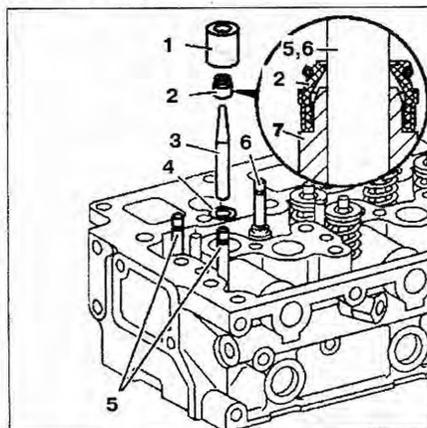

Рис. 3.14. Замена сальников стержней клапанов:
3. Извлеките сальники **2** стержней клапанов (рис. 3.14).